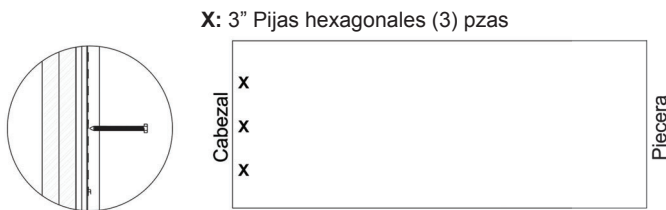

Figura 15 Asegurando cabezal de escalera de ático
R. Con la puerta alineada con el marco de aluminio, abra la puerta y asegúrese que los brazos de poder estén completamente extendidos para evitar que la puerta se cierre inesperadamente. Instalador #2: Perfore orificios guía de 1/8" de diámetro por 3" de profundidad en las vigas del techo a través de los tres orificios del cabezal e instale las pijas hexagonales en cada ubicación. Ver Figura 15.